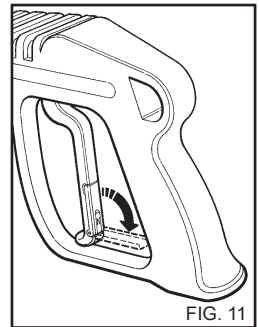

FIG. 11
1) Après l'emploi avec du détergent, rincer le circuit d'aspiration ; enfiler le tuyau d'aspiration (fig. 11) du détergent dans un bidon d'eau propre et faire fonctionner la pompe pendant 1 minute avec le robinet de dosage complètement ouvert et la lance en phase de sortie du détergent.
- Quand le nettoyeur haute pression n'est pas utilisé, fermer le dispositif de sécurité de la poignée (fig. 11).